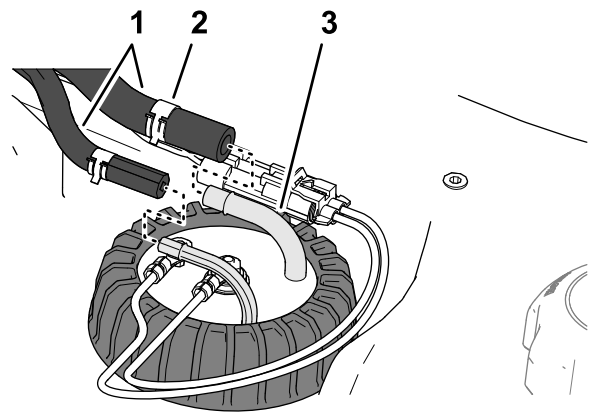

Figure 88
4. Éloignez les colliers qui fixent les flexibles sur les raccords vers l'intérieur du transmetteur de niveau de carburant, et débranchez les flexibles des raccords (Figure 88).